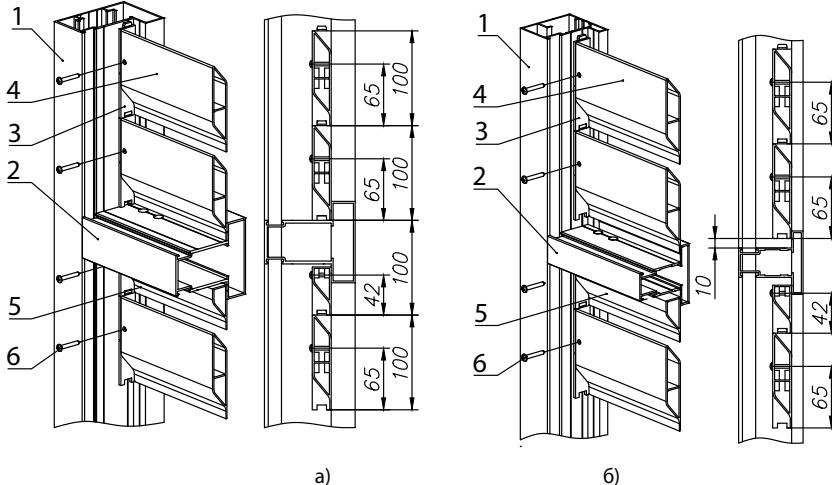

Рис. 31. Заполнение алюминиевым профилем «жалюзи»
Схема монтажа при наличии в изделии горизонтального имposta представлена на рис. 31.
- при изготовлении изделия на профиле 96 мм нижний профиль заполнения устанавливается вплотную к импосту (рис. 31а).
- при изготовлении изделия на профиле 68 мм нижний профиль заполнения устанавливается на расстоянии 10 мм от импоста (рис. 31б).